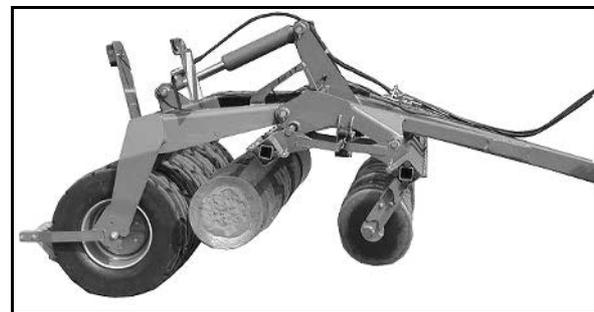

Fig. 29
- Beide Scheibenreihen komplett ausheben (Fig. 29).